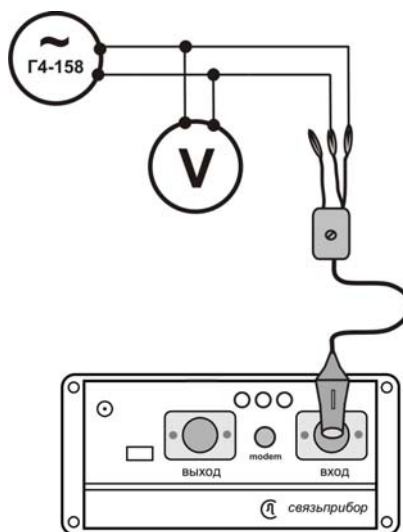

Рисунок 5
7.11.1 Определение отклонения уровня нуля поверяемого прибора от его номинального значения определяют при подключении выхода внешнего генератора Г4-158 на вход приемника поверяемого прибора. Контроль уровня сигнала на входе поверяемого прибора контролируется внешним вольтметром. (Рисунок 5).